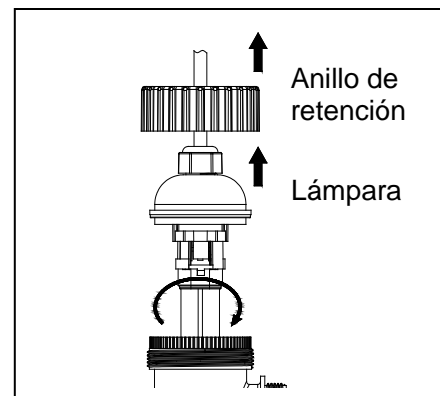

Fig. 14
2. Gire el anillo de retención en el sentido contrario al de las manecillas de reloj para extraer el soporte de la lámpara. Fig. 14